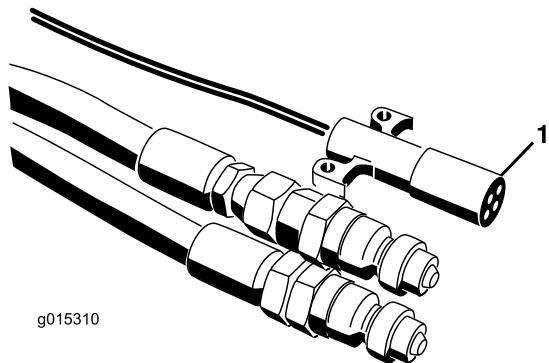
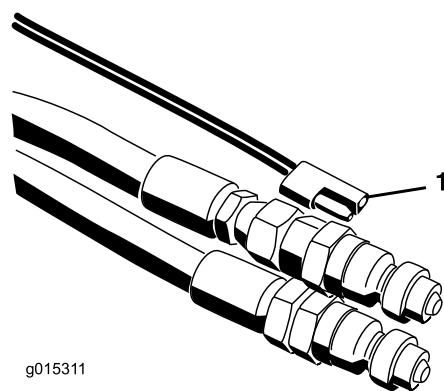

Figura 18
Figura 19
7. Collegate il cablaggio di alimentazione al veicolo trainante (Figura 18 & Figura 19). Sui modelli SH posizionate il comando pensile on/off a una distanza raggiungibile dal sedile del conducente. Accertatevi che l'interruttore sia impostato su off.